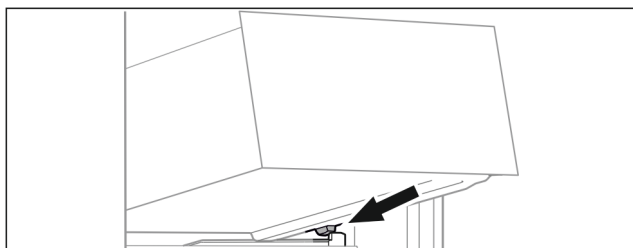

Fig. 97
- ▶ 将抽屉斜放在容器肋梁上的止动器后面。(参见 Fig. 97)